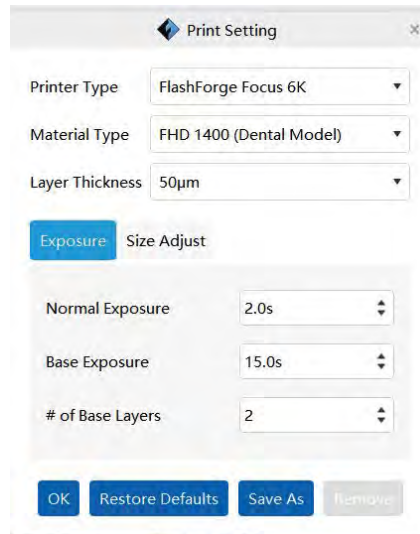

図59
5.ソフトウェアの下部ツールバーの左側をクリックして、3Dモデル印刷タスクのパラメータをクリックして、3Dモデル印刷タスクのパラメータを設定します。デフォルトのパラメータは、図59に示されています。